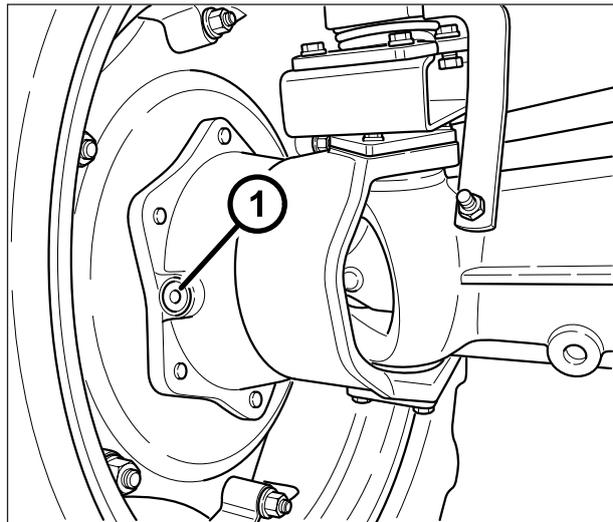

Abb.7-16 Endantriebe vorn:
2. Die Stopfen (1 - Abb.7-16) der Endantriebe in die 3- bzw. 9-Uhr-Stellung bringen. Die Stopfen entfernen und den Stand prüfen. Der Stand ist richtig, wenn das Öl aus der Öffnung ausläuft. Bei Bedarf Öl durch die gleichen Öffnungen nachfüllen. Dazu die vorgeschriebene Sorte verwenden.